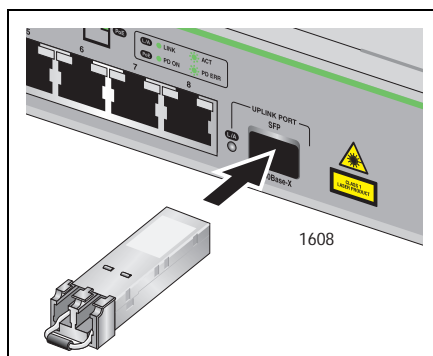

Рисунок 9. Установка модуля SFP
4. Задвиньте SFP-трансивер в слот SFP коммутатора, как это показано на рис. 9.